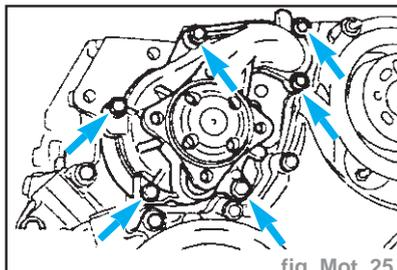

fig. Mot. 25
- Déposer la pompe à eau (7 vis). (fig. Mot. 25).